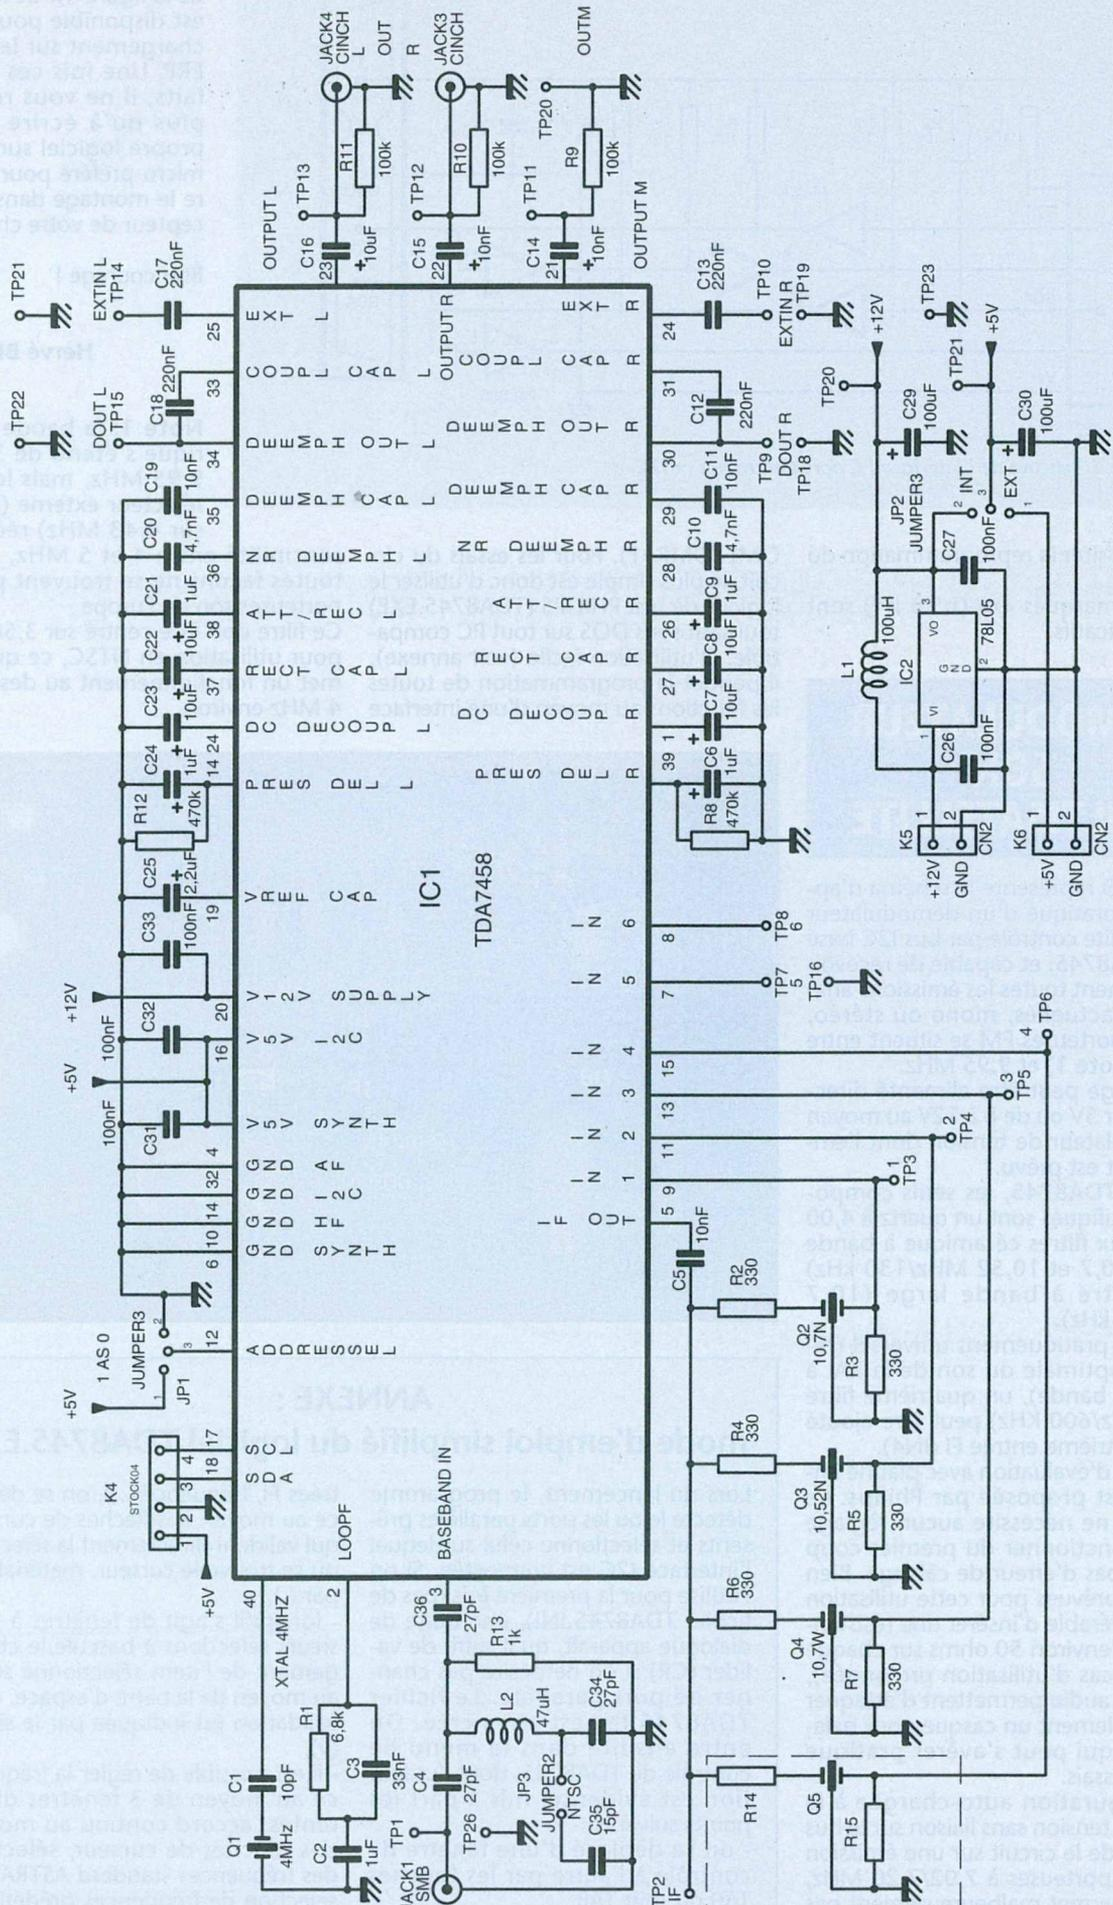
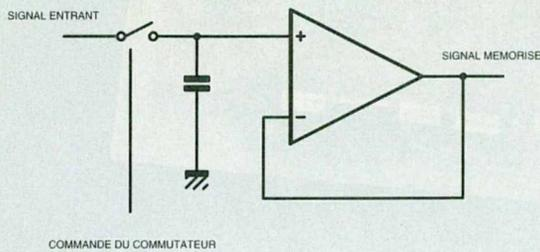

Figure 3 : schéma d'application correspondant à la carte d'évaluation Philips présentée en photo.
Figure 2 : principe général d'un échantillonneur-bloqueur.
La figure 3 représente le schéma d'application pratique d'un démodulateur multisatellite contrôlé par bus I2C basé sur le TDA8745, et capable de recevoir pratiquement toutes les émissions analogiques actuelles, mono ou stéréo, dont les porteuses FM se situent entre 5 MHz (Note 1) et 9,95 MHz.
L'échantillonneur/bloqueur est un produit de fonctionnement assez simple conceptuellement mais dont l'application concrète ne l'est pas toujours. En effet la bonne utilisation d'un échantillonneur/bloqueur dépend énormément outre le choix du composant approprié, des conditions d'utilisation de certains paramètres fondamentaux. On retrouve sur la figure 2 l'exemple type d'un échantillonneur-bloqueur. Celui-ci peut se résumer simplement par l'emploi d'un commutateur, d'un condensateur servant d'élément mémoire et d'un buffer de sortie qui délivre la tension mémorisée.
Ces deux conditions ne sont pas simples à concilier même avec des commutateurs CMOS. Le synoptique de la figure 2 suppose que la tension d'entrée est une source de tension, et malheureusement, il s'agit souvent d'un signal avec une forte impédance interne qui empêche cette configuration. C'est pour cela que la majorité des échantillonneurs/bloqueurs du marché adoptent la structure de la figure 3. La très forte impédance du circuit d'entrée permet de traiter un signal à haute impédance et de délivrer au condensateur de blocage une tension à basse impédance. Ce circuit permet ainsi de positionner rapidement le condensateur à sa valeur nominale. Malheureusement l'amplificateur opérationnel d'entrée introduit une tension de décalage Voffset, qui se répercute ensuite dans l'ensemble de la chaîne de traitement. Le LF398 choisi opère comme un suiveur de gain unité, la précision est de 0,002% et le temps d'acquisition moins que 6µs à 0,01%, ceci avec une bande passante de 1MHz et une impédance d'entrée de 10¹⁰Ohms. L'erreur typique du circuit est de 0,5mV pour un condensateur de blocage de 10nF et est inversement proportionnelle à la valeur de la capacité. Notons aussi que le bruit en sortie est très réduit en position bloqué ce qui permet de conserver les bonnes performances du convertisseur N/A.
■ Figure 3 : principe d'un échantillonneur -bloqueur complet.